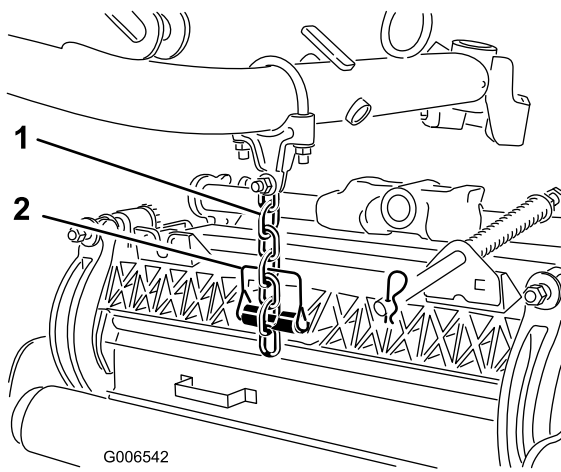

図 18
7. スナップ・ピンを使って、昇降アームのチェーンをCuttingユニットのチェーン・ブラケット (図 18) に、以下の手順で固定する。